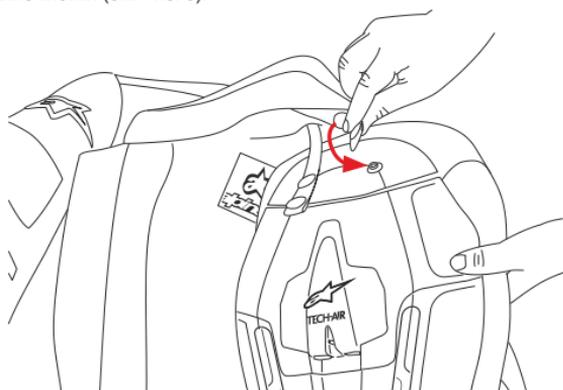

Рисунок 6
1. Пристегнуть жилет с подушкой безопасности на небольшой центральный задний крючок. (1).
2. Прикрепить два соединителя с кнопками к задней защитной секции (2) жилета с подушкой безопасности. В первом случае следует установить защитную секцию на две верхние кнопки (см. Рис. 6).
- Пристегнуть жилет с подушкой безопасности на две нижние кнопки (Шаг 2 установки жилета – см. Рисунок 6).